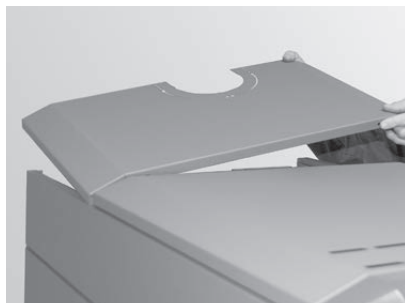

Fig. 38 Retirer la jaquette à l'arrière de la chaudière
- ▶ Retirer la jaquette à l'arrière de la chaudière – Fig. 38.